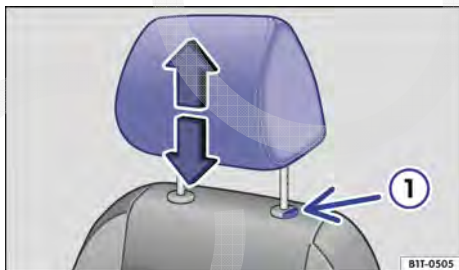
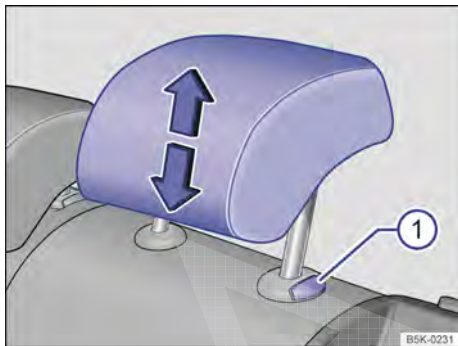

Fig. 41 Assentos traseiros laterais: ajustar o apoio para cabeça.
Fig. 42 Assento traseiro central: ajustar o apoio para cabeça.
- Empurrar o apoio para cabeça para cima no sentido da seta ou, com o botão  → Fig. 41  ou → Fig. 42  pressionado, empurrar para baixo → .